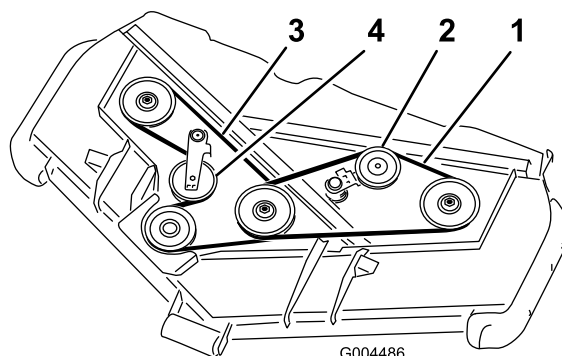

Figure 79
3. À l'aide d'une barre de levier ou d'un outil similaire, éloignez la poulie de tension de courroie supérieure de la courroie pour détendre cette dernière et pouvoir la déchausser des poulies (Figure 79).
4. À l'aide d'une barre de levier ou d'un outil similaire, éloignez la poulie de tension de courroie inférieure de la courroie pour détendre cette dernière et pouvoir la déchausser des poulies (Figure 79).
5. Acheminez une courroie neuve autour de la poulie du boîtier d'engrenages, des poulies d'axe inférieures et de l'ensemble poulies de tension, comme montré à la Figure 79.
6. Acheminez une courroie neuve autour des poulies d'axe supérieures et de l'ensemble poulies de tension, comme indiqué à la Figure 79.